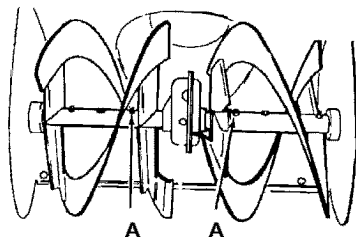

Figura 69
1. Lubrique los accesorios Zerk (A) cada diez horas con una pistola engrasadora.
2. Cada vez que cambie un perno de seguridad, engrase también el eje de la barrena. Vea la Figura 69. Consulte “Cómo reemplazar los pernos de seguridad de la barrena” en la sección de Servicio y Ajustes.